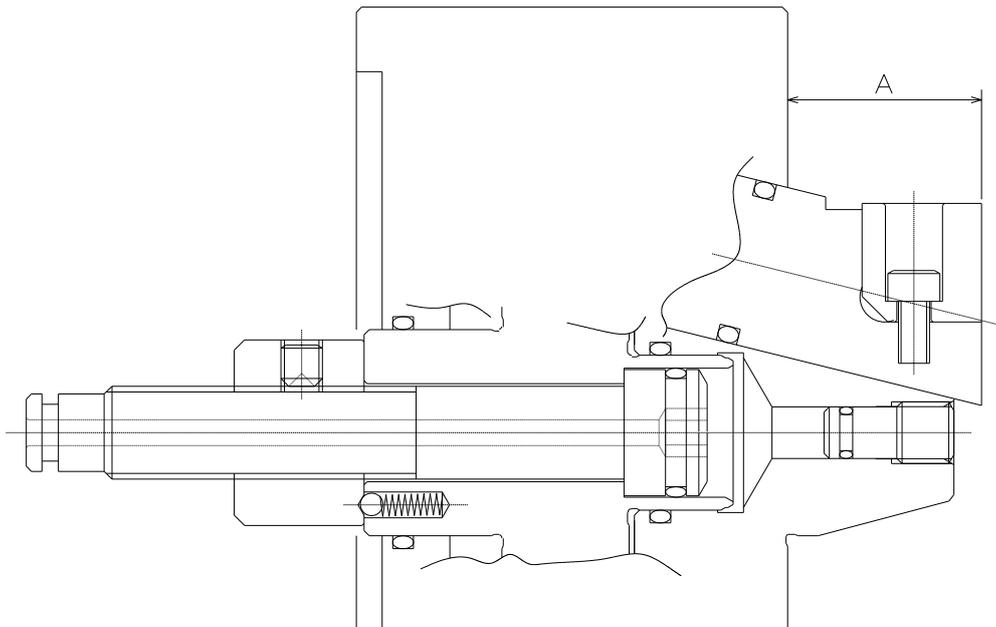

图 13
- ・ シリンダ前進端でのマスタジョーの適正位置は、図 13 の寸法 A になる位置です。